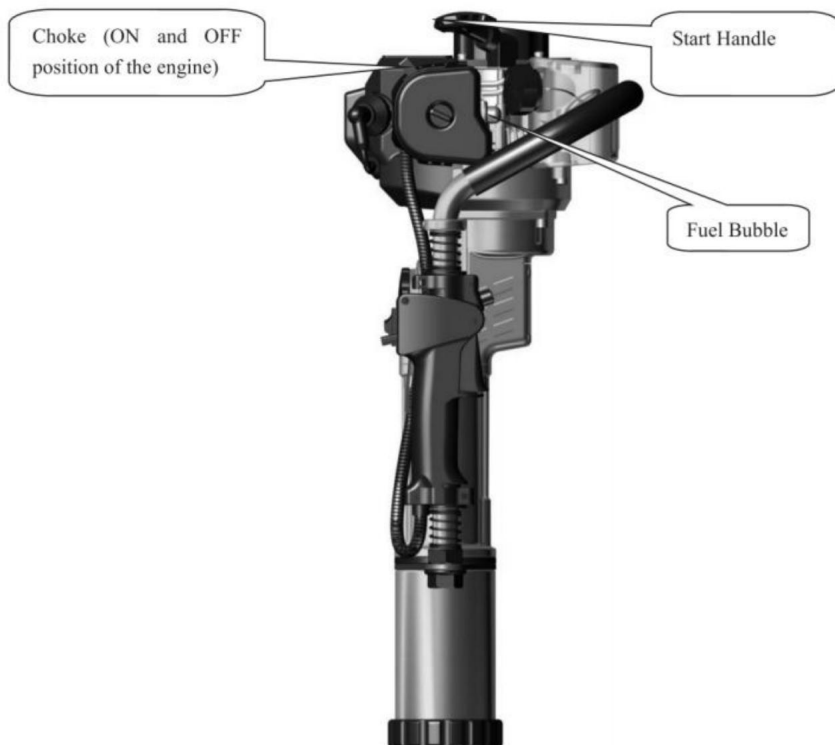

Fig 4
5.1 Voordat u de nieuwe machine start, drukt u herhaaldelijk op de transparante, halfronde brandstofbel (Fig.4) totdat de carburateur gevuld is met brandstof. (Als de motor koud is, sluit u de luchtdeur. Open de luchtdeur na het starten.)
5.2 Zet de machine rechtop volgens Fig.4. Houd het bovenste deel van de machine vast met één hand stevig vastpakken, terwijl de andere de trekhendel eraf trekt starter voor meer dan 50 cm snel. Laat de trekhendel niet vrij naar binnen gaan herhaaldelijk trekken, maar houd hem stevig vast om letsel als gevolg van snelle bewegingen te voorkomen weerstand.